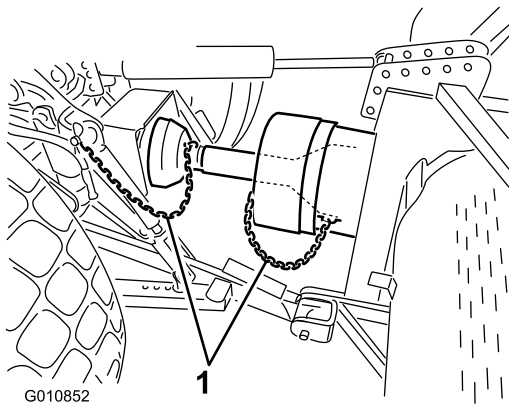

Figure 19
- Connectez les chaînes de sécurité à la protection de la PDF et au support du tracteur (Figure 19).